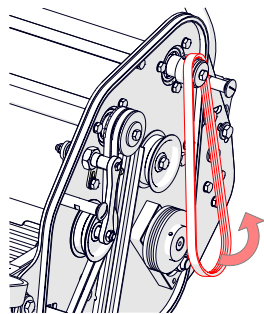

Abb. 14H – Riemen ausbauen und ersetzen.
- ii. Spannriemenscheibe fernhalten. Den Riemen entfernen und (bei Bedarf) ersetzen (Abb. 14H).